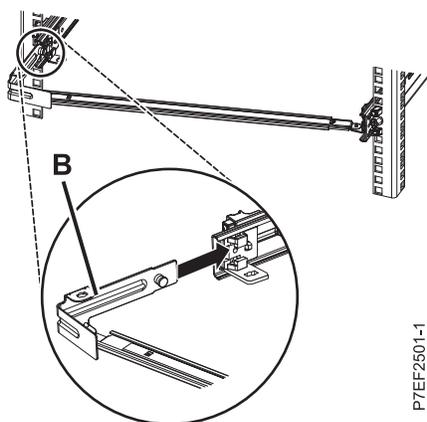

図 14. ピンを引き出してブラケットをスライド・レールに取り付ける
3. サポート・アームの反対側をスライド・レールの後部に取り付けるには、図 14 に示すように、ブラケット (B) を左側のスライド・レールに滑り込ませ、バネ式のラッチが所定の位置に収まるまで、スライドさせます。